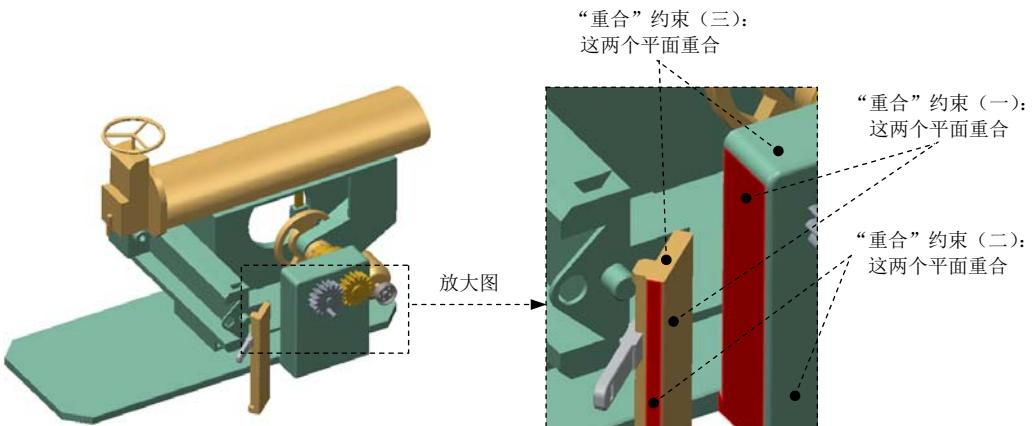

图9.6.57 创建刚性 (Rigid) 连接
Step23. 引入平移机构子组件 TRANSLATION_MECH_ASM.asm，并将其调整到图9.6.57所示的位置。
(1) 在连接列表中选取 刚性 选项，此时系统弹出“元件放置”操控板，单击操控板菜单中的 **放置** 选项卡。
(2) 定义“重合”约束(一)。在 **约束类型** 下拉列表中选择 重合 选项，选取图 9.6.57 所示的两个平面为“重合”约束(一)的参考。
(3) 定义“重合”约束(二)。在 **放置** 界面中单击 新建约束，在 **约束类型** 下拉列表中选择 重合 选项，选取图 9.6.57 中的两个平面为“重合”约束(二)的参考。
(4) 定义“重合”约束(三)。参考步骤(3)选取图 9.6.57 中的两个平面为“重合”约束(三)的参考。